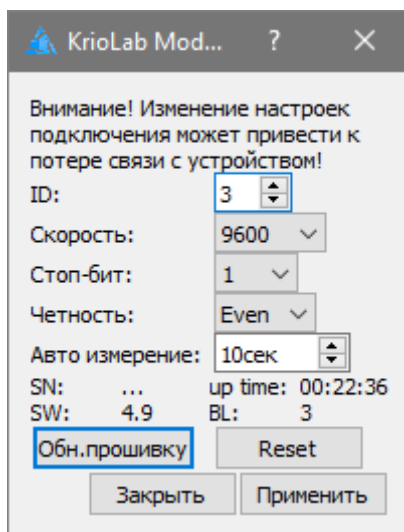
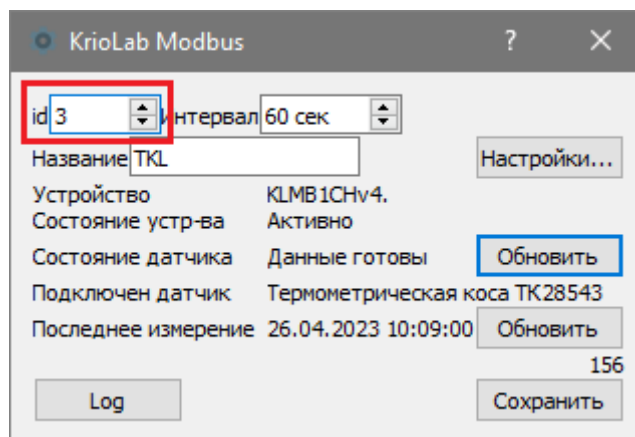
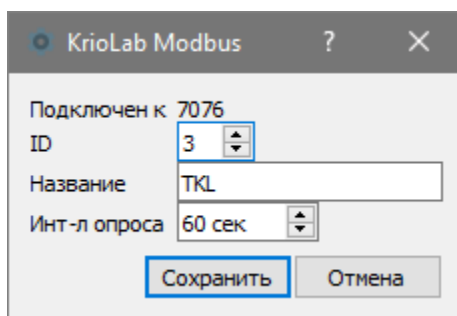

Рис. 1.13 Окно настройки параметров контроллера TKL
Рис. 1.16 Окно настройки параметров подключения
Рис. 2.3 Установка параметров подключения
В отрывшемся окне настройки параметров контроллера TKL установить параметры в соответствии с Рис. 1.13.
В окне настройки параметров подключения установить ID порта контроллера ТКЛ (Рис. 1.13), после чего нажать кнопку «Сохранить» (Рис. 1.16).
Нажать кнопку «Добавить...». В открывшемся окне установить ID порта контроллера TKL, установленный в разделе 1 (Рис. 1.13), а также при необходимости изменить наименование устройства. После внесения изменений нажать кнопку «Сохранить» (Рис. 2.3).
- Для параметра «Адрес датчика» выбрать из списка ID порта контроллера TKL, установленный в разделе 1 (Рис. 1.13).